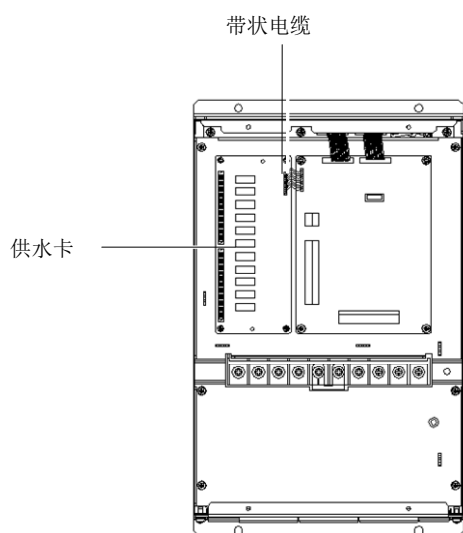

图 3 安装供水卡
1. 图 3 用包装盒中的 4 个组合螺钉安装好供水卡后要将其上的带状电缆插头插到控制板 CN3 插槽上。